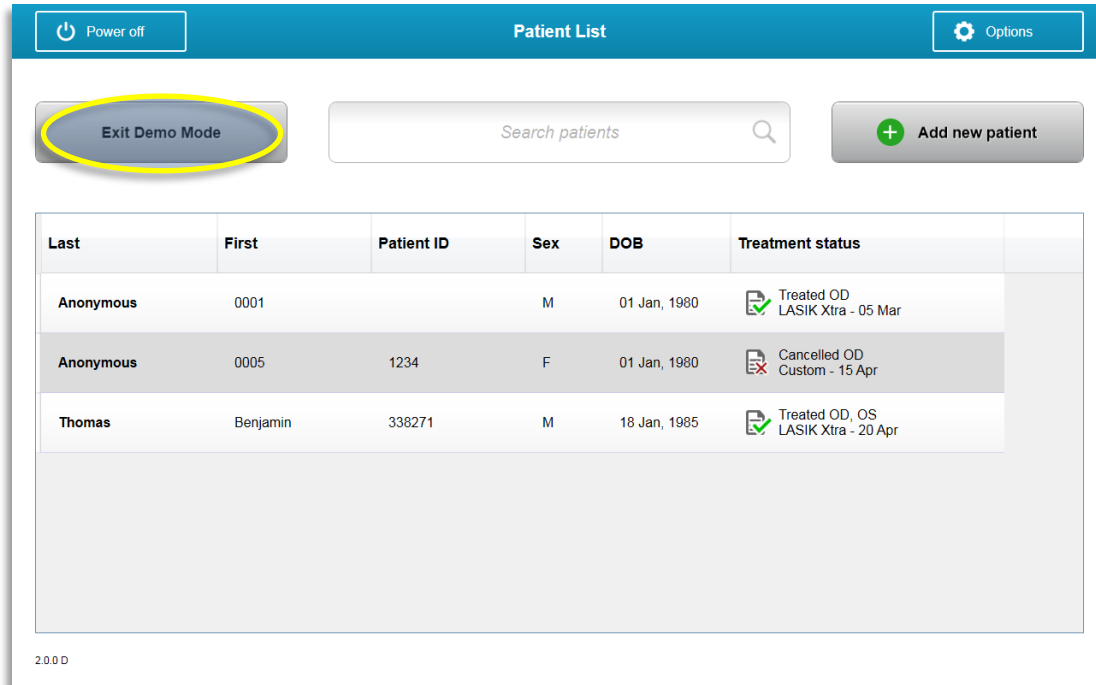
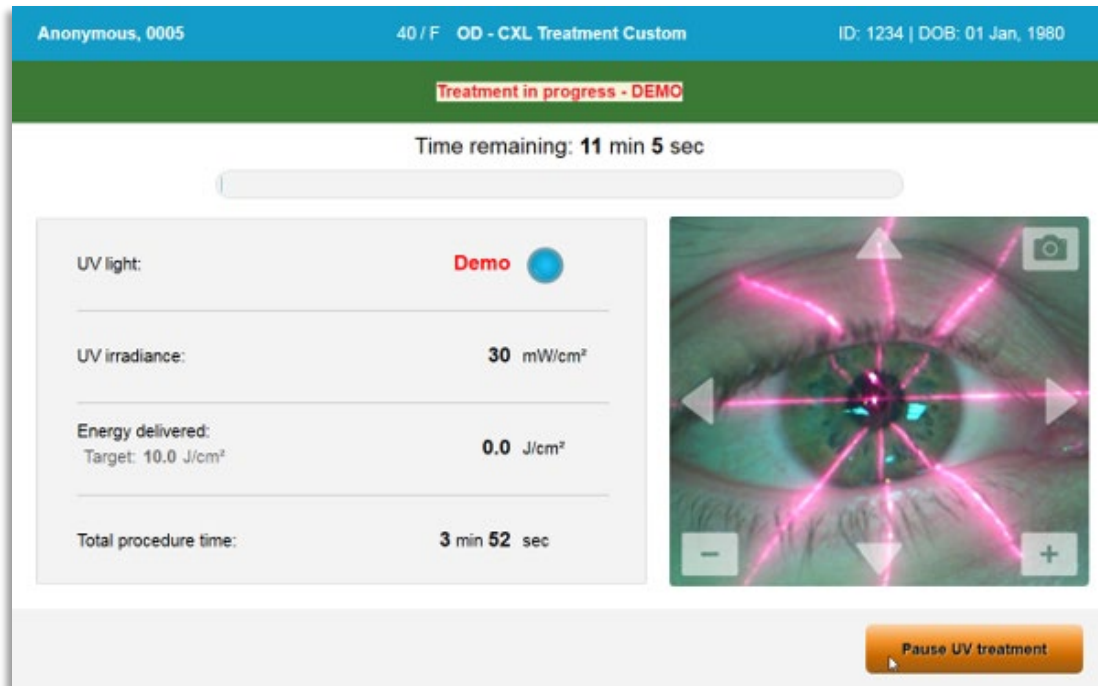

Bild 3-60. Patientlistan indikerar demoläge
Bild 3-61. Demoläge indikeras högst upp på skärmen
- KXL-systemets skärmar kommer att indikera att systemet för närvarande befinner sig i "Demoläge" (Demo Mode), vilket visas på bild 3-60 och bild 3-61.